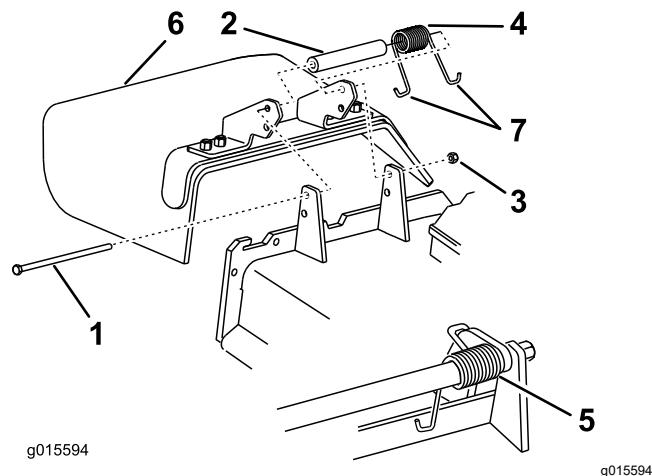

Рисунок 87
- Снимите контргайку, болт, пружину и проставку, удерживающие отражатель на кронштейнах оси поворота (Рисунок 87).
- Снимите поврежденный или изношенный отражатель травы (Рисунок 87).
Примечание: Убедитесь, что один J-образный конец пружины зацеплен за край деки, прежде чем устанавливать болт, как показано на Рисунок 87.
- Зацепите один J-образный конец пружины за отражатель травы (Рисунок 87).